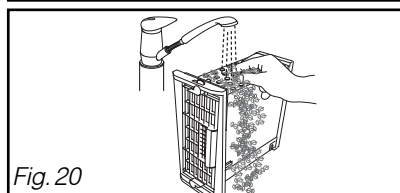

Fig. 20
- Nettoyez-le uniquement avec de l'eau sous le robinet (Fig.20).